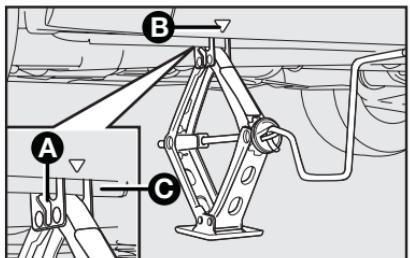

fig. 5
- Coloque el crique en el símbolo **B**-fig. 5 o 6 cerca de la rueda que va a cambiar y asegúrese de que la ranura **A** del crique esté bien introducida en el larguero **C**.